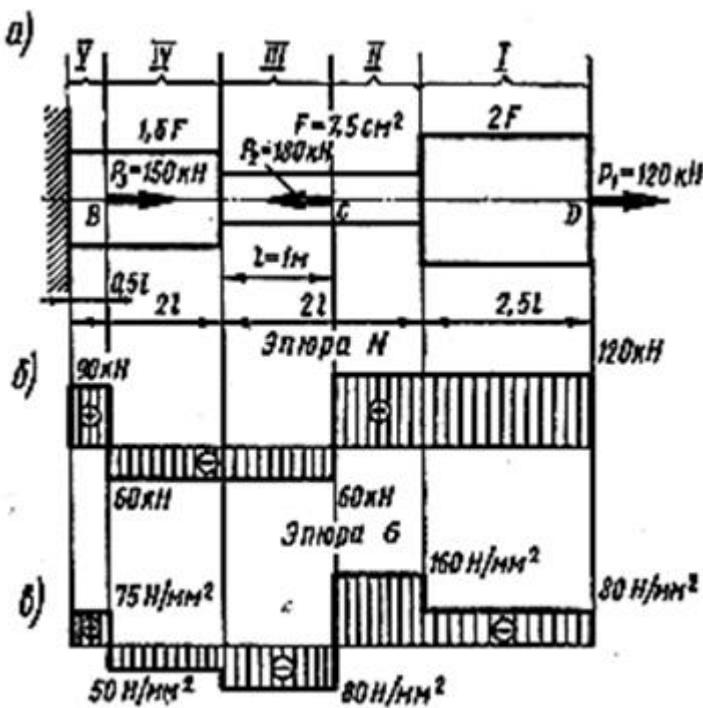

Рис. 2.9
**Пример.** Для заданного ступенчатого бруса (рис. 2.9, а) построить эпюры продольных сил и нормальных напряжений по его длине, а также определить перемещения свободного конца и сечения *C*, где приложена сила *P*2. Модуль продольной упругости материала  $E = 2,1 \times 10^5$  Н/мм3.
1. Заданный брус имеет пять участков I, II, III, IV, V (рис. 2.9, a). Эпюра продольных сил показана на рис. 2.9, б.
Эпюра нормальных напряжений построена на рис. 2.9, в.